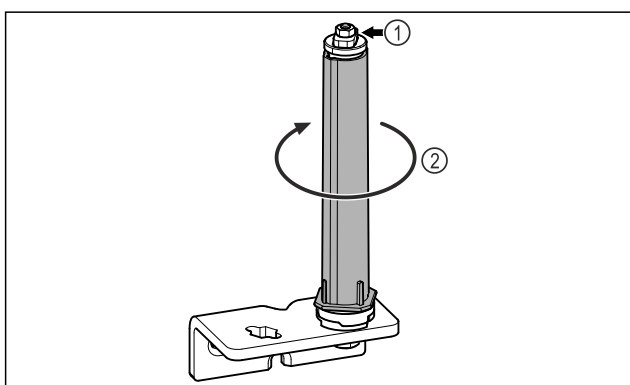

Fig. 18
▶ Ta inte isär dörlåssystemet Fig. 18 (1).
▶ Vrid låssystemet Fig. 18 (2) tills det klickar.